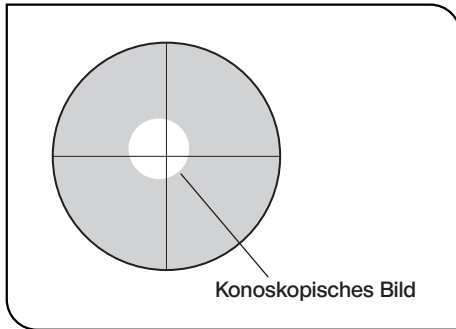

Abb. 26
6. Um die Betrachtung des konoskopischen Bildes während der Einstellung der optischen Achse zu erleichtern und das Bild aufzuhellen, den Analysator etwas aus der Position der totalen Auslöschung herausdrehen. (Abb. 26)